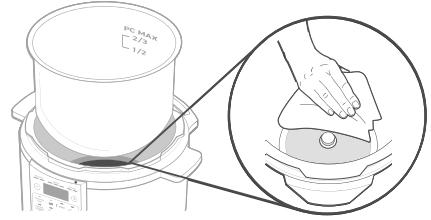

Figura 2.2
5. Retire la olla interior. Limpie la resistencia con un paño suave y seco para asegurarse de que esté limpio de residuos. [Figura 2.2]